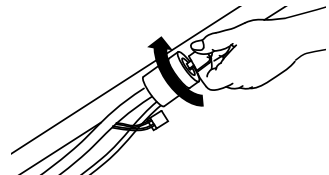
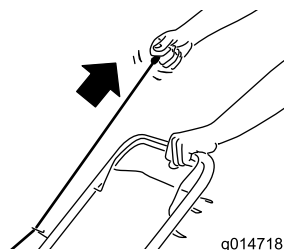

Figure 13
Figure 14
2. Tournez la clé de contact (modèles à démarrage électrique uniquement; voir Figure 13) ou tirez la poignée du lanceur (Figure 14).